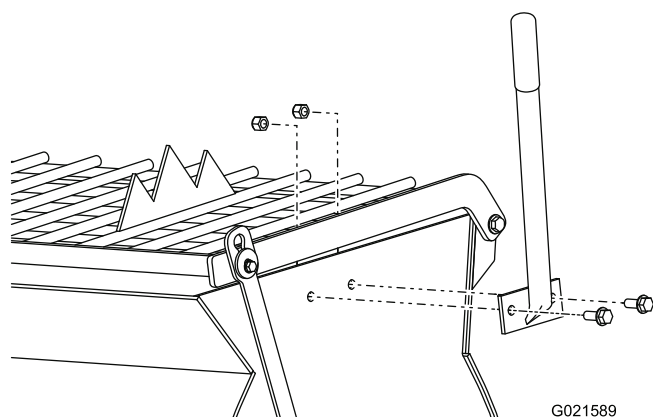

Figure 3
2. Placez la poignée de vidage de sorte à aligner ses trous de boulon sur ceux de la cuve (Figure 3).
3. Insérez les 2 boulons dans les trous de la poignée et de la cuve (Figure 3).